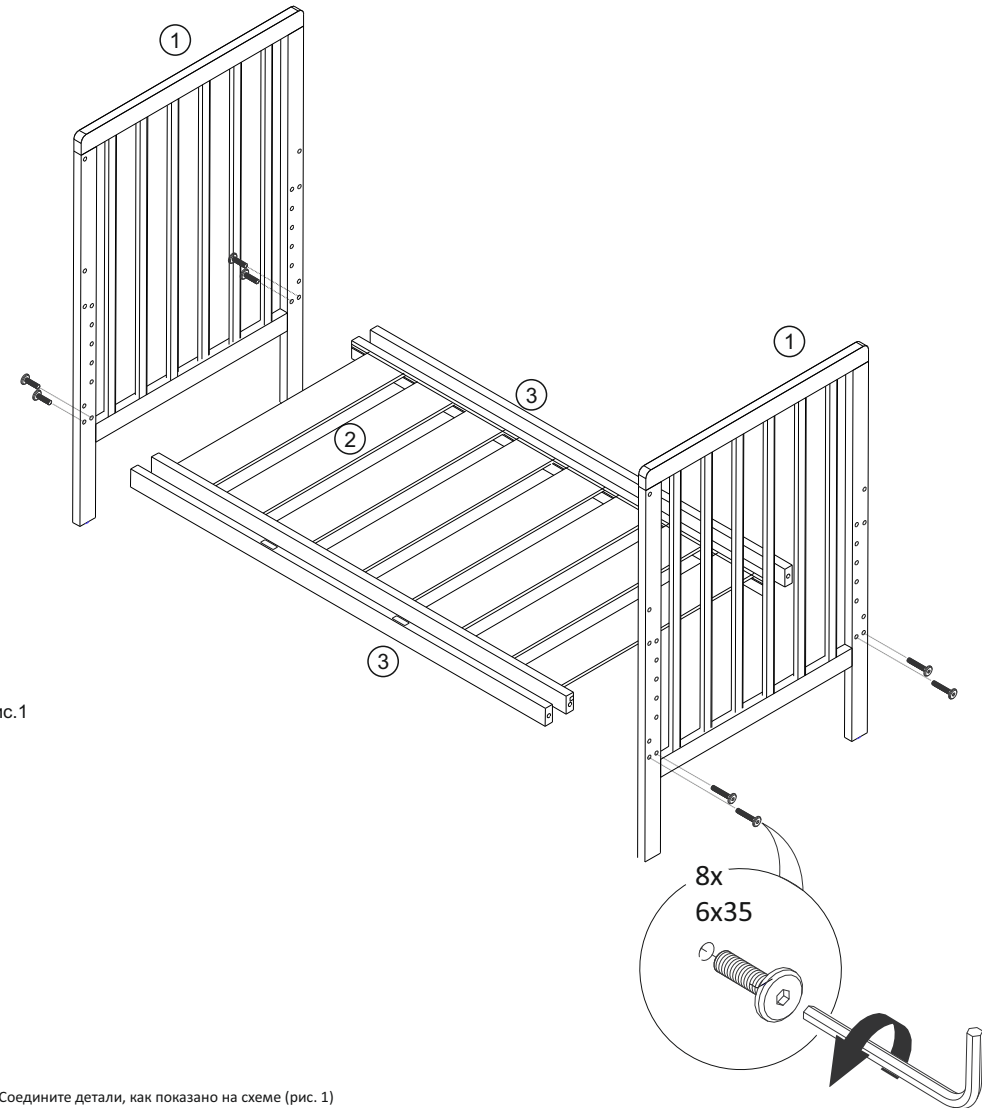

рис.1
1. Соедините детали, как показано на схеме (рис. 1) с помощью винтов 6x35.